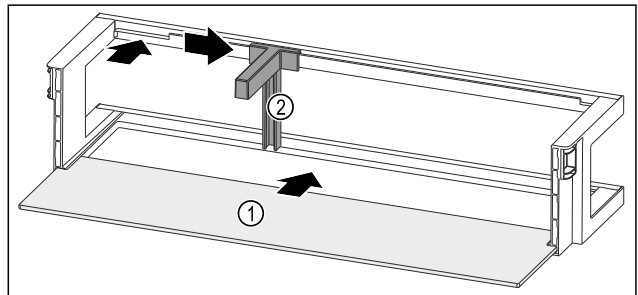

Fig. 99 Türabsteller mit Abstellfläche
- Abstellfläche Fig. 99 (1) in die seitlichen Aussparungen einschieben.
- Flaschenhalter Fig. 99 (2) in die Aussparung einsetzen.
- Flaschenhalter Fig. 99 (2) in gewünschte Position zur Seite schieben.